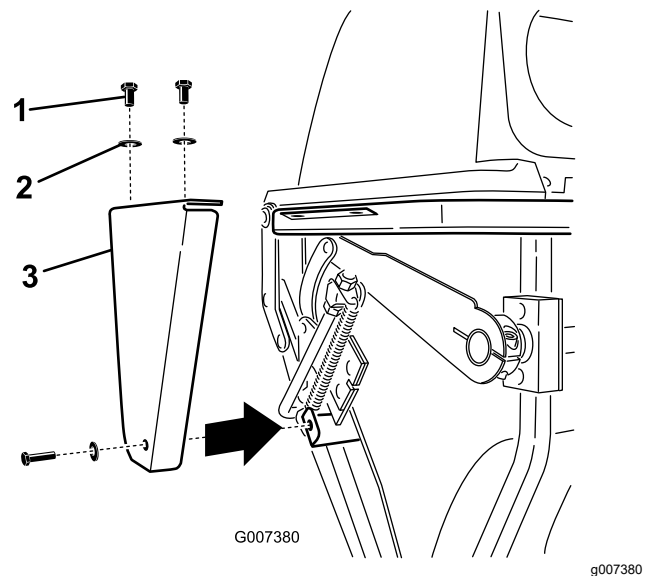

Figura 54
- Retire la chapa lateral de ambos lados del ensacador (Figura 54).